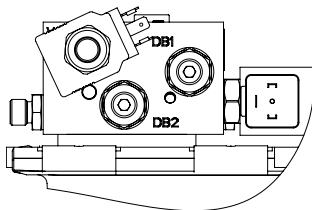

Рис. 6.
- Поверните регулировочный винт предохранительного клапана **DB1** против часовой стрелки до упора (рис. 6), предварительно ослабив контргайку.
- Медленно затягивайте регулировочный винт предохранительного клапана **DB1** (рис. 6) по часовой стрелке, до момента начала подъема платформы. Это давление является минимально необходимым для подъема.